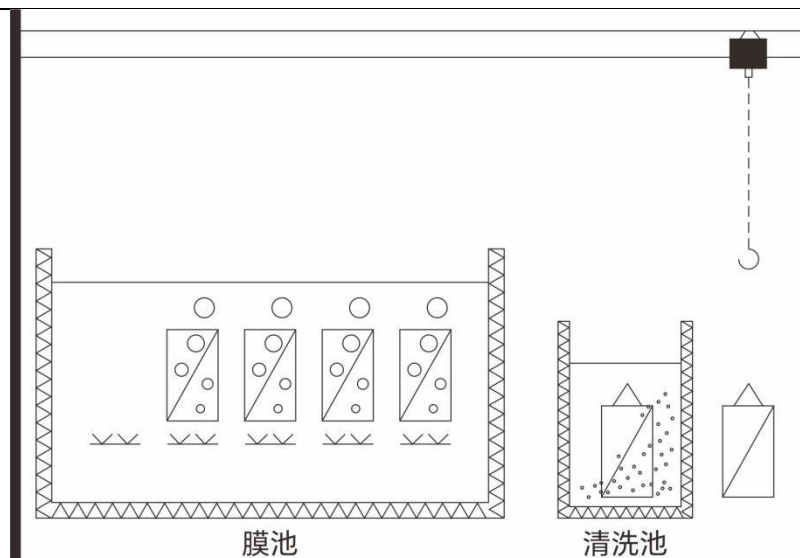

图4-13
5)如图4-13所示，浸泡结束后，将膜组器从清洗池中吊出，用水充分冲洗，除去膜组件上附着的药液；在多种清洗剂复配清洗且只有一个清洗池时，每次清洗后，应排净清洗液，用优质水冲洗干净，pH达到中性，才可再用另一种清洗剂清洗。